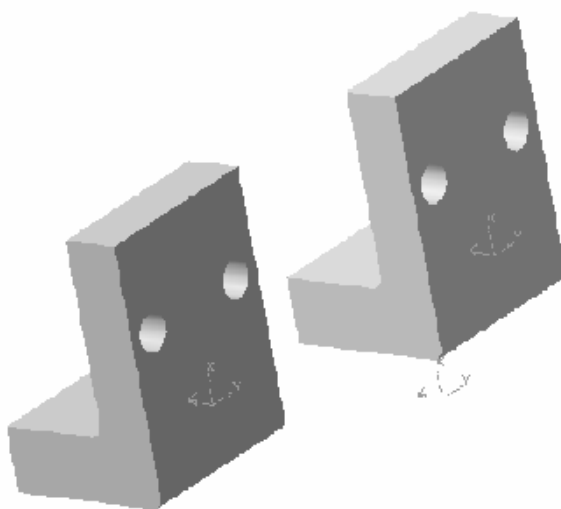

Рис. 44. Два уголка
- 3.6. Аналогично пункту 3.5 добавьте на поле чертежа еще одну деталь **Уголок2.m3d** (рис. 44).